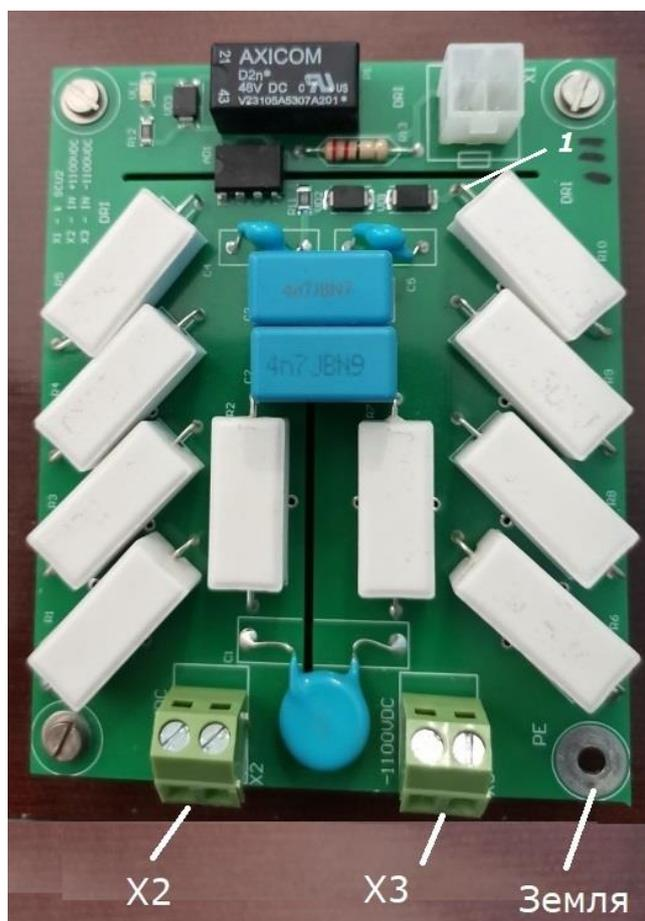

Рисунок 1 - Измерение сопротивления изоляции выводов платы
6.2 Измерения производят на пределе измерения 1000V измерителя сопротивления изоляции Fluke 1507. Щупы прибора подключают сначала к выводам X2 и Земля, а затем к выводам X3 и Земля (рисунок 1).
8.2 От источника $G1$ с помощью проводников, оконцованных зажимами типа «крокодил» дважды, меняя полярность, подают напряжение на контакт PE и вывод резистора $R10$, расположенный рядом с соединителем $X1$ (см. рисунок 1).